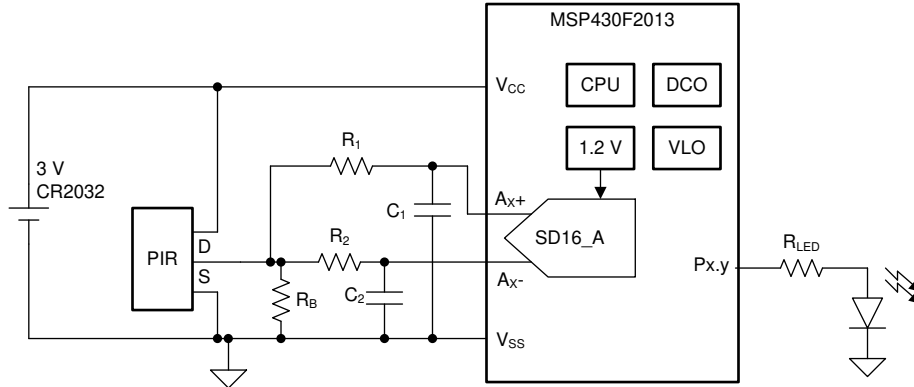

图 5-2. 抗混叠滤波器示例
输入信号的频率成分可能会以成倍的 ADC 采样率进行重复，导致与原始信号混叠。如果缺少抗混叠滤波器，则这些混叠会增加数字输出中的噪声，因为其频率超过了奈奎斯特速率。请注意，采样率实际上是调制频率，因此抗混叠滤波器的建议截止频率通常为调制频率的 1%。通常，抗混叠滤波器是使用连接到每个差分输入的外部一阶或二阶电阻电容 (RC) 滤波器来实现的。图 5-2 显示了抗混叠滤波器如何连接到 PIR 运动检测器设计中的差分 ADC 输入。若要了解更多信息，请观看 混叠和抗混叠滤波器培训视频。